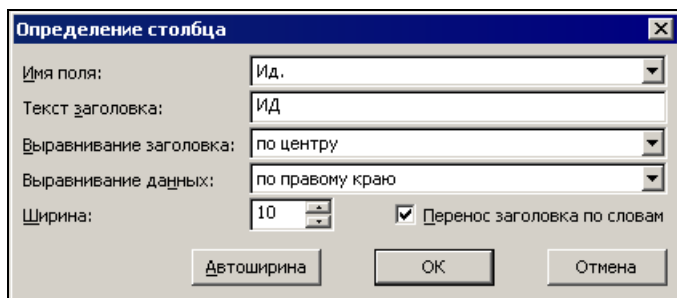

Рис. 3.24. Добавление нового столбца в диаграмму Ганта
Предлагаю вернуться к таблице **Ввод** (Entry). Пользователь может настраи-вать каждую таблицу по своему усмотрению, добавляя необходимые и скры-вая ненужные ему столбцы. Для добавления сделайте щелчок правой кнопкой мыши на том столбце, перед которым вы хотите расположить новый. Появится всплывающее меню, выберите пункт **Вставить столбец** (Insert Column), вам станет доступно диалоговое окно **Определение столбца** (Column Definition). В выпадающем списке **Имя поля** (Field name) выберите нужный вам столбец, например **Ид.** (ID), в поле **Текст заголовка** (Title) вве-дите название для заголовка, например, **ИД** (рис. 3.24).